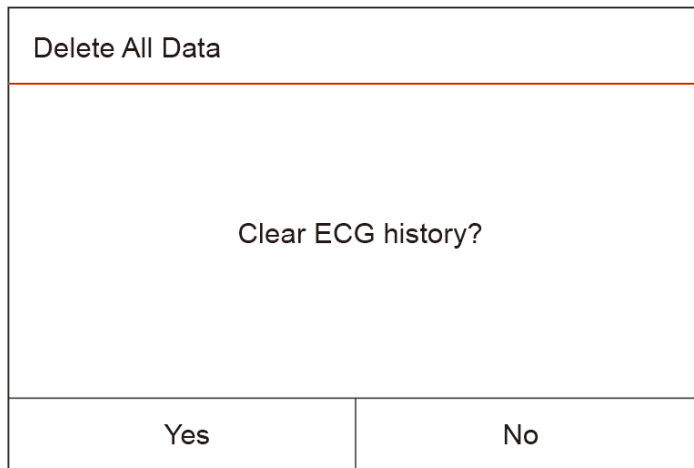

Figura 4.5 Cancellazione dello storico ECG
- Esercitando una pressione lunga sul tasto OK "◻️" appare una finestra di dialogo per la cancellazione delle registrazioni, come da figura 4.5, e l'utente può cancellare tutto lo storico dei dati dei tracciati ECG.